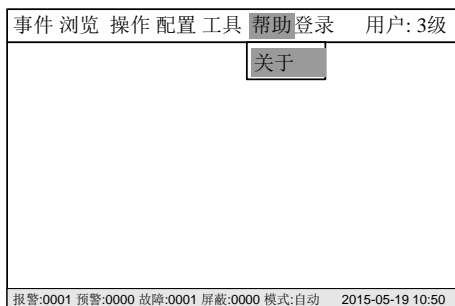
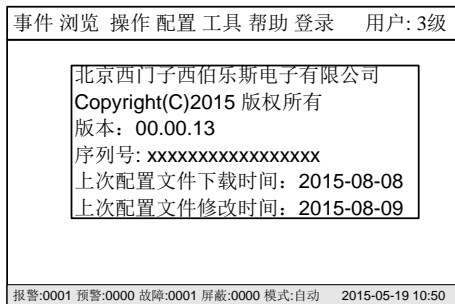

图 28-2
图 28-3
2. 按“→”键选择“帮助”子菜单（图 28-2），然后选择“关于”，按“OK”键，帮助信息窗口显示（图 28-3）。